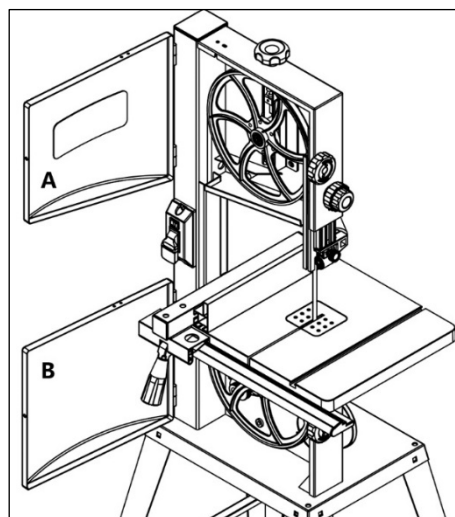

Рисунок 11.
- Откройте верхнюю А и нижнюю В крышки (рис. 11).
- Откройте нижнюю крышку В (рис. 11).
- Закройте нижнюю крышку В (рис. 11).